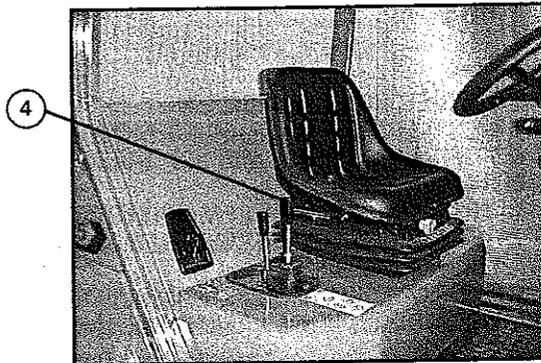

Fig. 6
Los movimientos del mástil se controlan con el mando (4). Este mando acciona los movimientos de elevación y descenso del mástil, así como la inclinación, de acuerdo a las indicaciones de la Fig. 6.